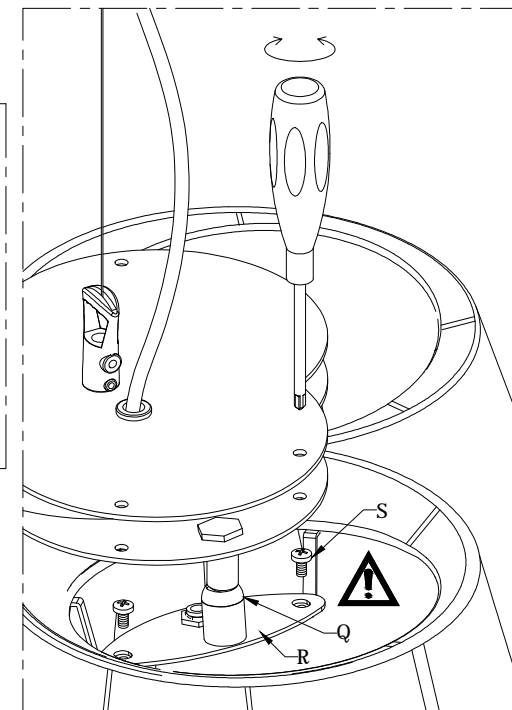

Fig.3
E' possibile togliere completamente i paralumi svitando con un cacciavite le due viti (S) che uniscono il paralume alla struttura. ( Fig. 3).
- Per un perfetto posizionamento dei paralumi la lampada è dotata di uno snodo (Q) (Fig.3).
- Per la regolazione del paralume afferrare con la mano la piastra (R) e muovere leggermente fino al posizionamento corretto (Fig.3).
- It's possible to remove completely the lampshades by unscrewing with a screwdriver the two screws (S) that join the lampshade to the structure. ( Fig. 3).
- For a perfect positioning of the lampshades the lamp is provided with a joint (Q) (Fig. 3).
- To regulate the lampshade catch with the hand the plate (R) and move slightly until the right positioning (Fig. 3).